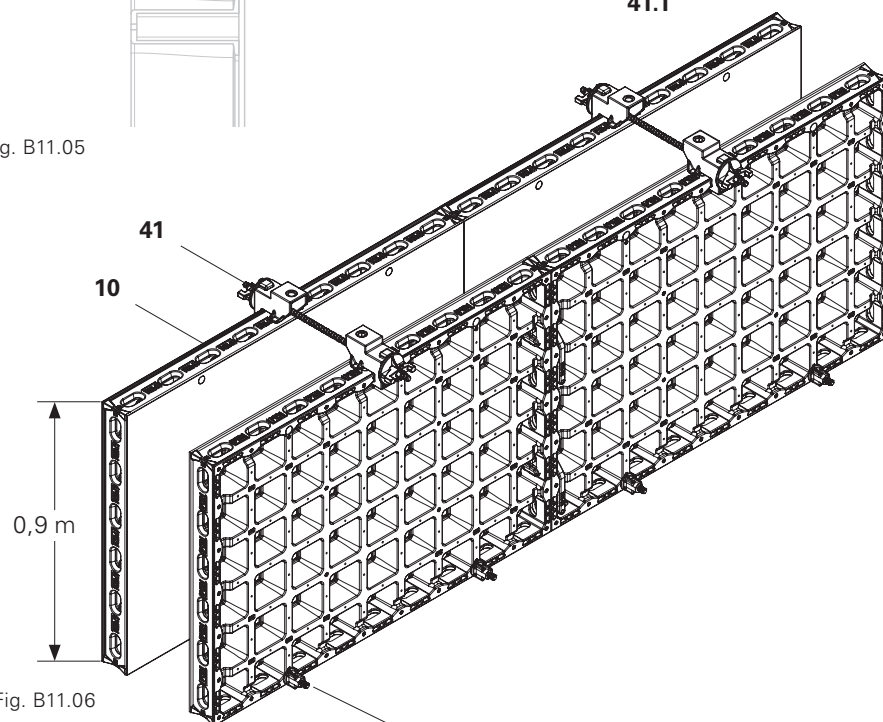

Fig. B11.06
2. Fixer une tige Dywidag (50) à travers le support de cadre.
3. Serrer la tige Dywidag à l'aide de l'écrou-disque DW 15 (54).
Utiliser des écrous 3 oreilles DW 15 (53) pour les points d'ancrage inférieurs pour prévenir le chevauchement de l'écrou et du support au point d'ancrage inférieur. (Fig. B11.06 + B11.06a)